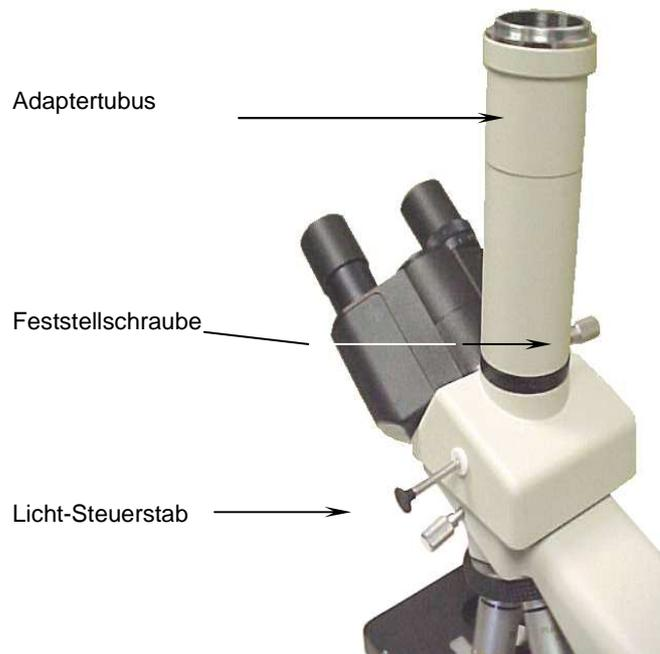

ABB. 6
2. Lösen Sie die Feststellschraube seitlich am vertikalen Anschluss, bis sich die Schutzkappe abnehmen lässt (Abb. 6).
2. Lösen Sie die Feststellschraube (Abb. 6) seitlich am vertikalen Anschluss des Aufsatzes, bis sich die Schutzkappe abnehmen lässt.